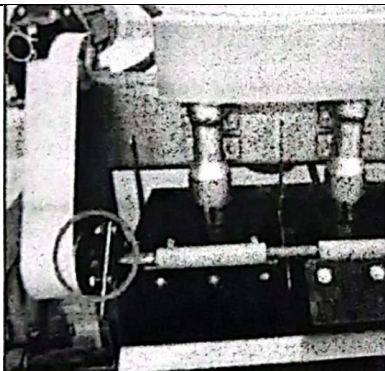
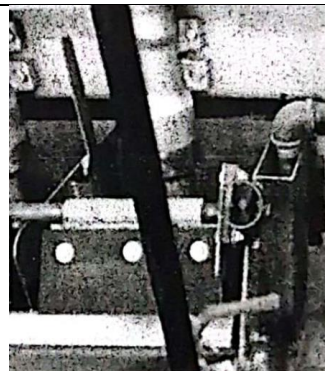

Figura 14.2 Punto de engrase de paletas de espuma (lado A)
Figura 14.3 Punto de engrase de paletas de espuma (lado B)
PASO 2: Ubicar los puntos de engrase de la chumacera de ambos lados (Figura 14.2 y Figura 14.3) y lubricar con el mango de presión de la grasea.